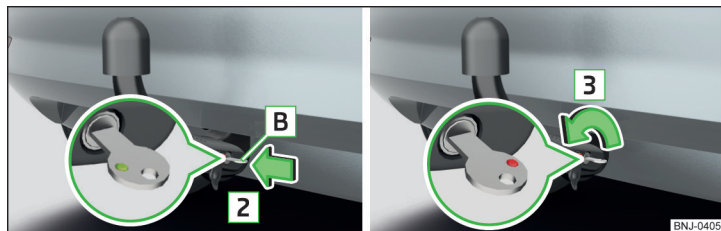

Fig. 240 Introducir la llave en la cerradura/ desbloquear el cierre
- Introduzca la llave **B** en la cerradura en el sentido de la flecha **2** de manera, que la marca muestra hacia arriba » fig. 240.